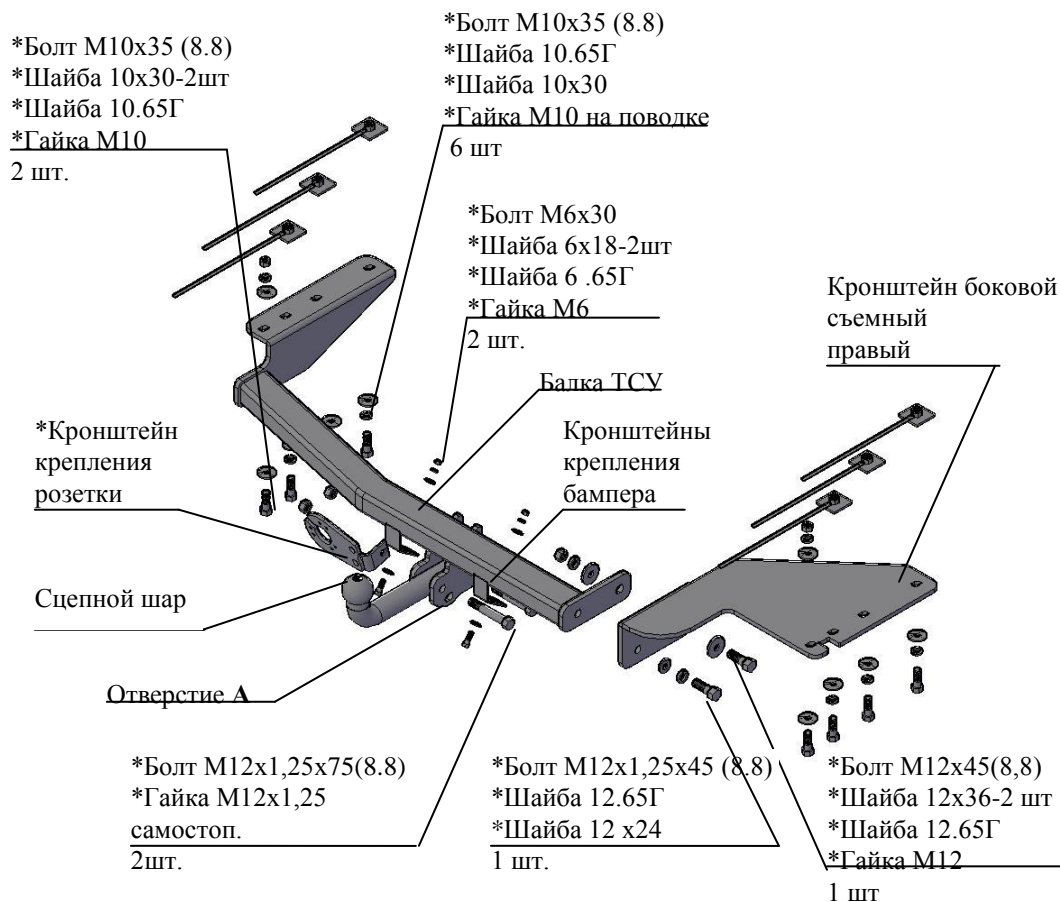

Рис.1 Тягово-сцепное устройство 5010
2.1 ТСУ 5010 в сборе (рис.1)	1 шт.
2.2 Пакет с комплектующими (см. рис.1)	1 шт.